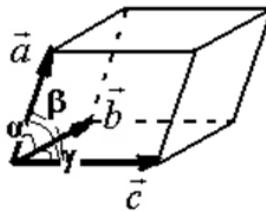

Рис. 28. Элементарная ячейка
1. Элементарная ячейка – минимальный объем, повторением которого можно получить весь кристалл (рис. 28). Ребра  $\vec{a}, \vec{b}, \vec{c}$  и углы между гранями  $\alpha, \beta, \gamma$  – параметры элементарной ячейки.